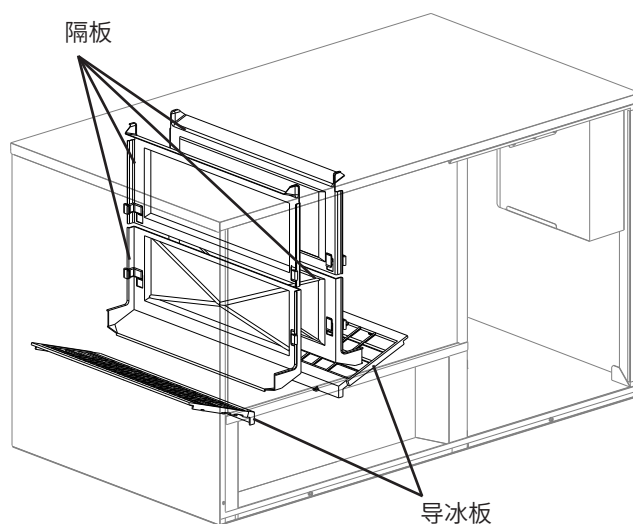

图19
- 4) 制冰机的装运箱、胶带等包装材料是否均已去除? 导冰板的安装位置是否正确? 蒸发器箱隔板是否正确地安装在固定夹上? 见图19。